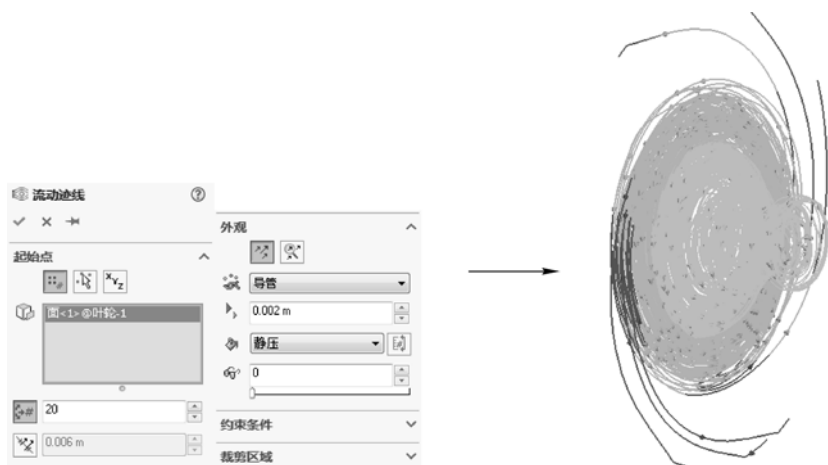

图 12-38 添加流动迹线效果
STEP 9 右击项目树“结果”项下的“流动轨迹”项，选择“插入”菜单命令，打开“流动轨迹”属性管理器，设置点数为“20”，“外观”为带箭头的线，添加流动轨迹，如图 12-38 所示。